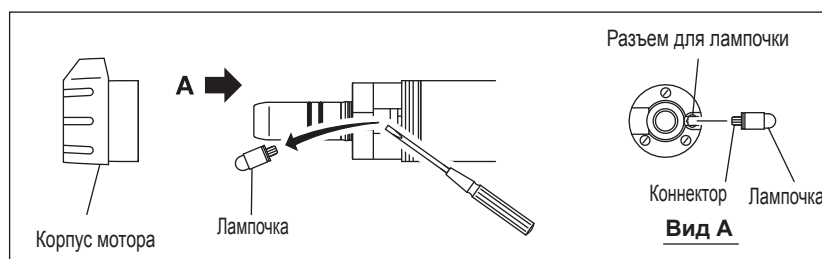

Рис. 22
- 1) Открутите корпус мотора и отсоедините от мотора, затем извлеките старую лампочку с помощью заостренного инструмента, например тонкой отвертки (Рис.22).